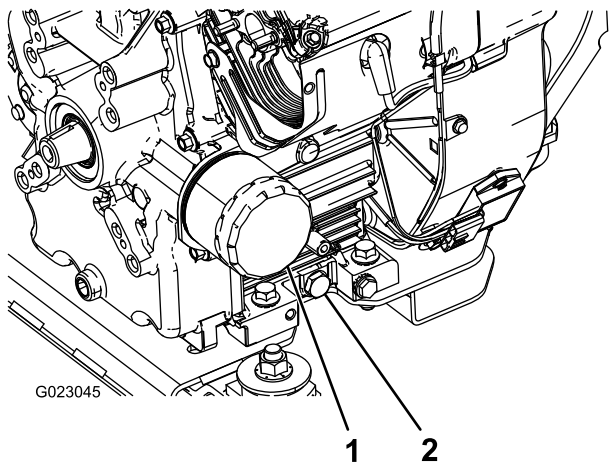

Figura 28
5. Retire o tampão de escoamento (Figura 28).
2. Retire o filtro do óleo (Figura 28).
5. Coloque o filtro de substituição no adaptador do filtro. Rode o filtro de óleo no sentido dos ponteiros do relógio até que a junta de borracha toque no adaptador do filtro e, em seguida, aperte o filtro mais 1/2 volta (Figura 28).